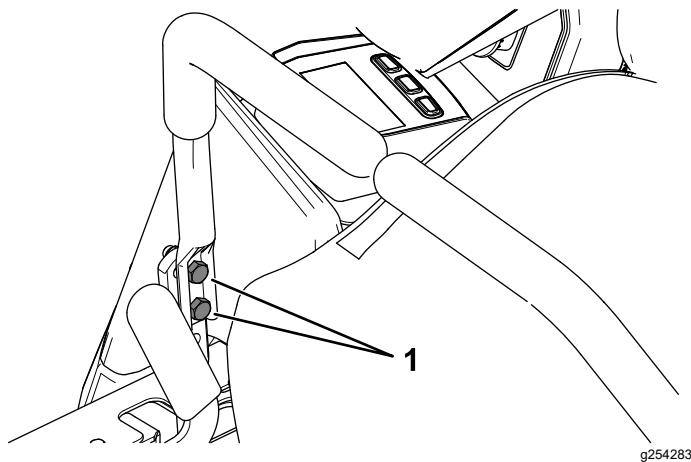

Figura 58
- Si es necesario alinearlas, afloje los 2 pernos de montaje de la palanca de control de movimiento del lado que está mal alineado (Figura 58).